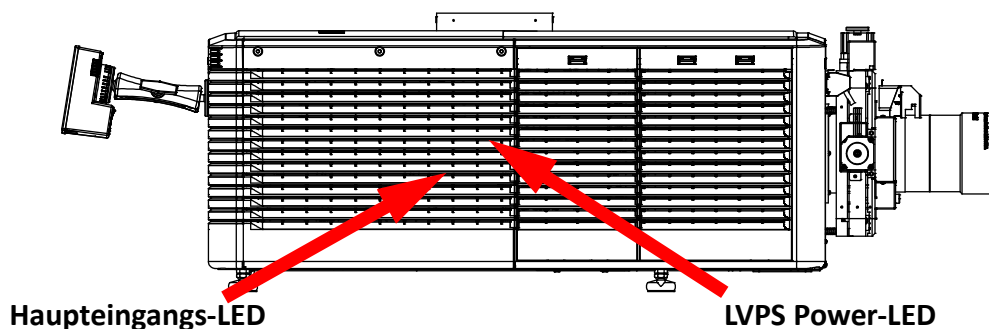

Abbildung 5-2 Anzeigen der Stromversorgungsstatus-LEDs
3. Prüfen Sie die Stromzufuhr. Blicken Sie dazu durch das hintere, rechte Gitter. Eine LED sollte oben rechts leuchten. Sie zeigt an, dass der LVPS mit Strom versorgt wird. Eine weitere LED sollte unten links leuchten. Sie kennzeichnet den Haupteingang. (**Abbildung 5-2**)